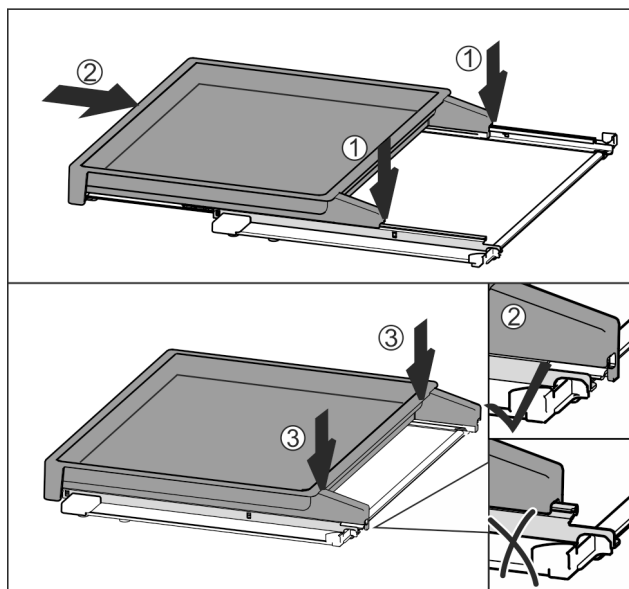

Fig. 134
- ▶ Umieścić centralnie na szynach Fig. 134 (1).
- ▶ Wsunąć całkowicie wysuwaną półkę Fig. 134 (2).
- ▶ Docisnąć z tyłu, aż do słyszalnego zatrzasknięcia Fig. 134 (3).